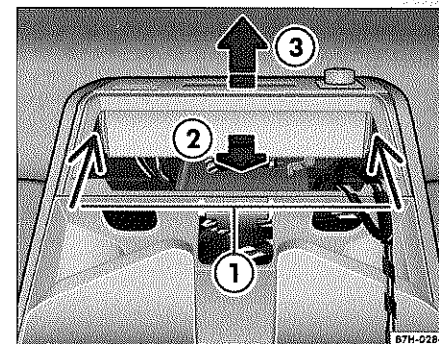

Fig. 10 Desprender el panel de control
- Desprenda el panel de control presionando los clips laterales que se encuentran entre la consola del techo y el panel a través del orificio de montaje del embellecedor ⇒ página 23, fig. 10 ① con la hoja plana del destornillador.
- Tire al mismo tiempo del panel de control en dirección de la flecha ② y, a continuación, hacia arriba en dirección de la flecha ③, para sacarlo de su fijación.